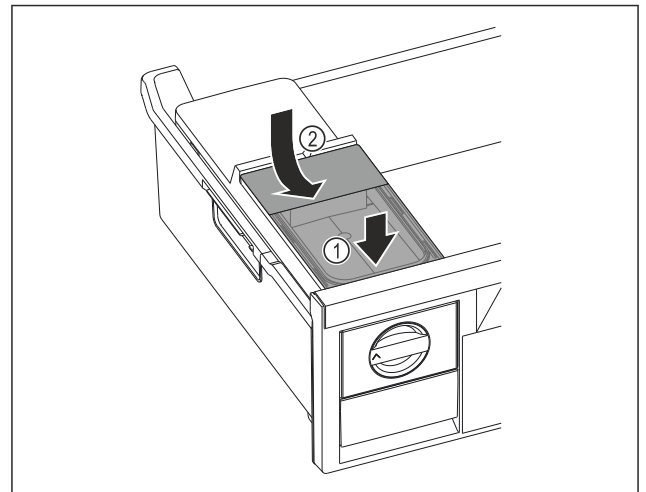

Fig. 164
- ▶ Wassertank vorne ansetzen. Fig. 164 (1)
- ▶ Wassertank hinten absenken. Fig. 164 (2)